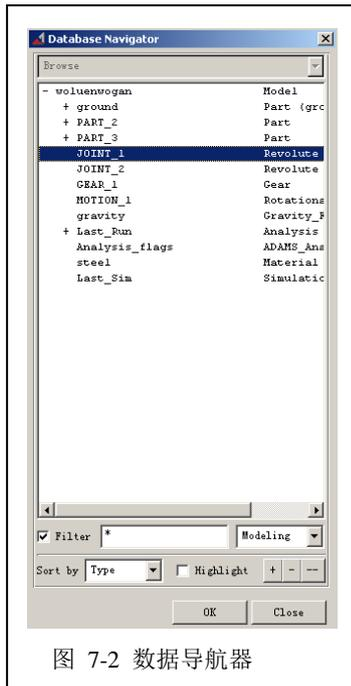
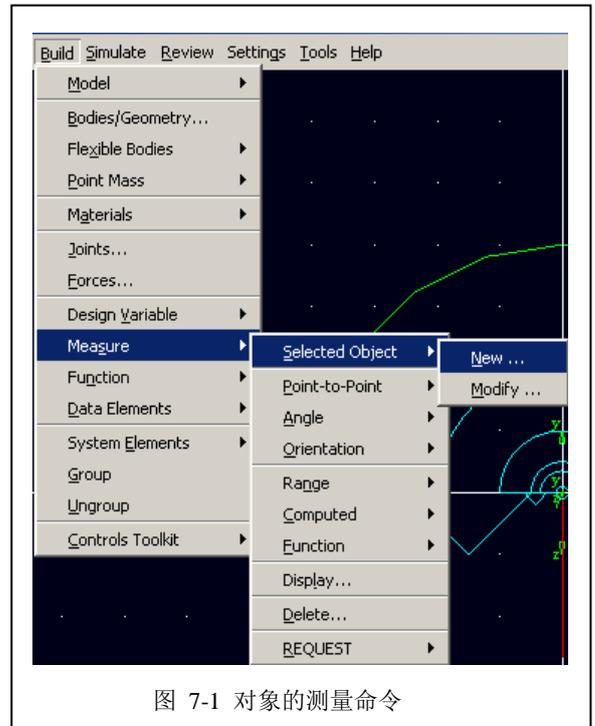

图 7-2 数据导航器
图 7-1 对象的测量命令
7.1 在 ADAMS/View 菜单栏中, 选择 **Build**→**Measure**→**Selected Object**→**New**, 如图 7-1 所示, 弹出数据导航器 (Database Navigator) 对话框, 并从中选择需要测量的对象 JOINT_1。如图 7-2 所示。然后点击对话框下面的 OK 键进行确定。